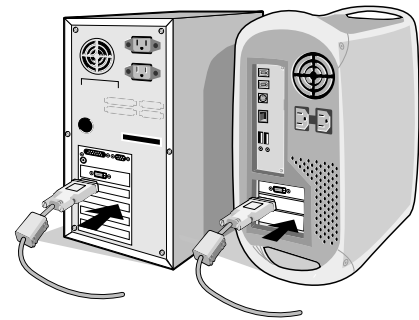

Abbildung A.1
2. Verbinden Sie das DVI-Kabel mit dem Anschluss der Grafikkarte in Ihrem System (**Abbildung A.1**). Ziehen Sie die Schrauben fest.